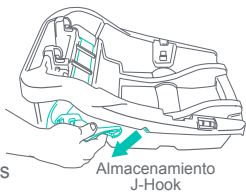

Fig. 47-1
4. Retire los conectores **LATCH** de sus posiciones de almacenamiento dentro de la base (Fig. 47-1). Coloque la base apuntando hacia atrás en un asiento del vehículo que apunte hacia adelante como se indica en Fig. 47-2. **El niño debe estar orientado hacia la parte trasera del vehículo, y la Silla de Seguridad se debe colocar en un asiento del vehículo que apunte hacia adelante.**